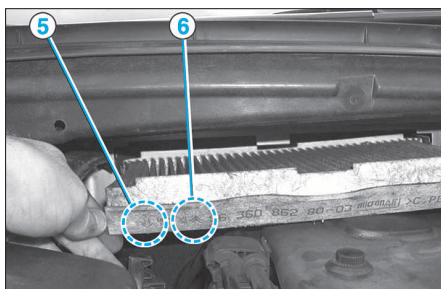

FIG. 7
- Déposer le filtre d'habitacle (Fig.7).
A la repose, procéder dans le sens inverse de la dépose, en veillant à ce que le logement du filtre d'habitacle soit propre et en positionnant le filtre avec sa flèche (5) orientée vers le bas et l'indication haut/bas (6) lisible à l'endroit (Fig.7).